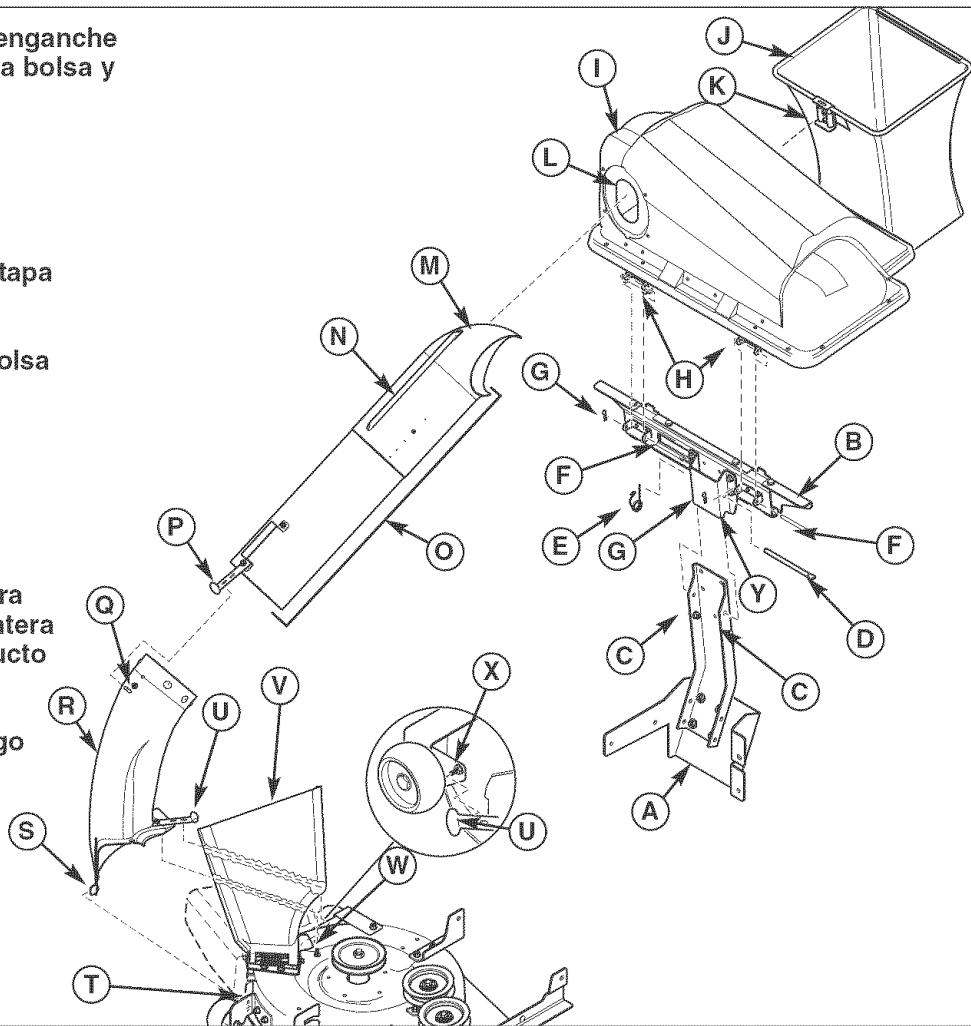

Figura 44. Instalación y retiro normal
1. Fije el conjunto de soporte de la bolsa y de la tapa (B, Figura 44) al conjunto de soporte de enganche (A) deslizando el montaje de apoyo (Y) en su lugar hasta que haga contacto completamente con los pernos de tope (C).
2. Inserte el pasador de montaje (D) a través del montaje de apoyo (Y) y el conjunto de enganche vertical (A).
3. Fije el pasador de montaje (D) con el resorte retenedor (E).
4. Fije el conjunto de tapa (I) al conjunto de soporte de la bolsa (B) usando los pivotes de bisagra de la tapa (H). Sujete el conjunto de tapa (I) al soporte de apoyo de la bolsa (B) con los pasadores de bisagra (F) y los resortes de retención (G).
1. Desenganche la banda elástica (P, Figura 44) del pasador (Q), luego retire el conjunto de tubo (O) del conducto inferior (R) y de la tapa (I).
2. Levante la tapa (I) y retire las bolsas (J) del conjunto de soporte de la bolsa y de la tapa (B).